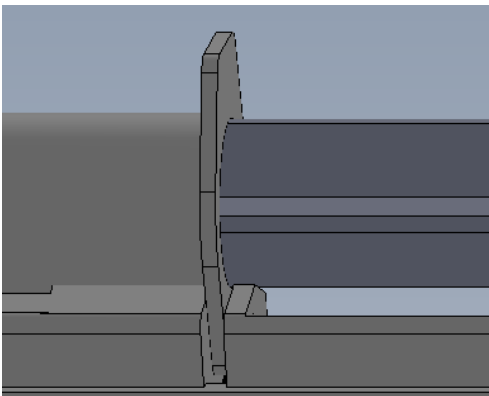
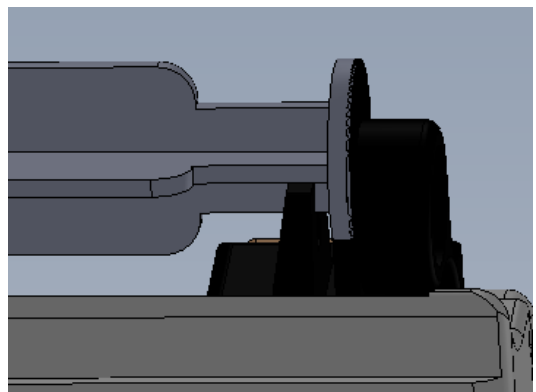

Figure 3
Figure 4
4. Veillez à insérer la bride de la seringue fermement dans la fente de la bride de la pompe (Fig.3), et à fixer la tige de piston dans la fente dans le support de piston (Fig.4). Utilisez sangle de fixation pour fixer la seringue de la pompe (Fig.5). Ces étapes empêchent la seringue de se déplacer au cours de la perfusion.